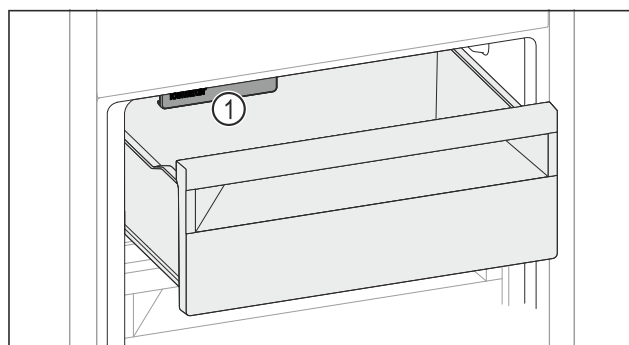

Fig. 169
- Rekening houden met IceMaker Fig. 169 (1).